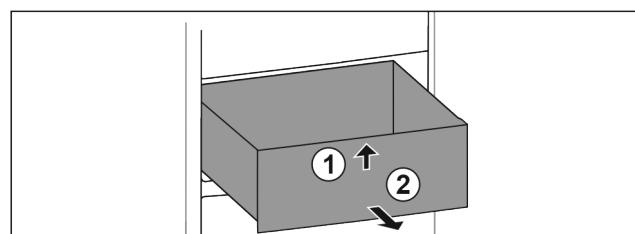

Fig. 15
- Підняти висувний ящик спереду. *Fig. 15 (1)*
- Вийняти висувний ящик рухом вперед. *Fig. 15 (2)*